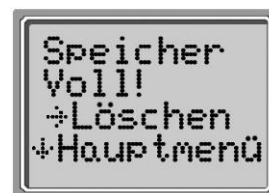

Bild 50
- Wählen Sie mit der LINKS ◀ Taste ⑨, oder der RECHTS ▶ Taste ⑫ den gewünschten Speichermodus aus.
- Mit der UNTEN ▼ Taste ⑩ (Weiter) wird die Auswahl gespeichert.
ACHTUNG: In der Einstellung „50 Tests“ erscheint nach 44 Tests auf der LCD – Anzeige ⑧. die Meldung „Speicher fast voll“ (siehe Bild 50) und die rote Anzeige ⑤ leuchtet dauernd.
- Durch Drücken der UNTEN ▼ Taste ⑩ (Weiter) können jetzt noch maximal sechs Tests durchgeführt werden. Weitere Tests sind nicht möglich. Nach Drücken der LINKS ◀ Taste ⑨, oder der RECHTS ▶ Taste ⑫ im Hauptmenü erscheint die Meldung „Speicher voll“.
- Zum Löschen des Speichers drücken Sie RECHTS ▶ Taste ⑫ (Löschen) und bestätigen das Löschen durch nochmaliges Drücken der RECHTS ▶ Taste ⑫ (Ja).